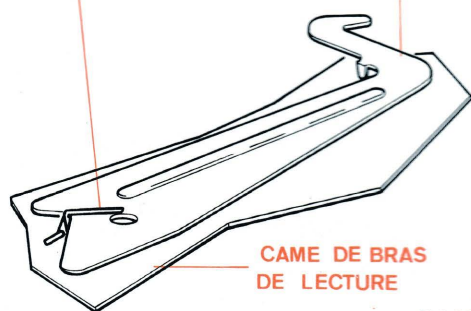

Fig. 3 F 1281
- 7° - Fixer le coulisseau de friction (4) sur la came de bras de lecture (2) à l'aide de l'anneau d'arrêt (1).
- 8° - Placer ensuite le levier (5) comme indiqué à la figure 3.
- 9° - Mettre l'ergot (12) de la came de bras de lecture dans l'ouverture (11) et dans le chemin de distribution de la came de vitesses (9) avant de la placer dans la rainure (8) et sur l'axe pivot (10).